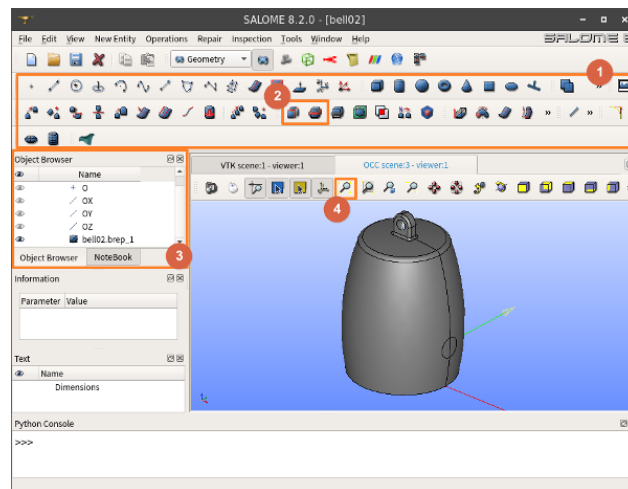

Figure 3: 3
- Figure 3에서 1번 영역의 아이콘들은 대부분 모델링 작업을 위한 도구들이다. 살로메에서 직접 모델링하는 것은 굉장히 불편하므로 여기서는 사용하지 않는다. 다만, 그 중에 2번 영역의 2개의 아이콘은 후후에 사용할 기회가 있을 것이다. 여러개의 부품(Bodies)로 이루어진 다물체로 쪼갤 때 사용할 것이다.